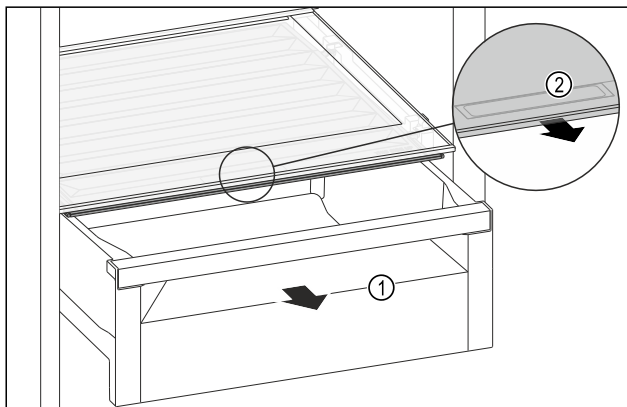

Fig. 106
- Estrarre il cassetto Fig. 106 (1).
- Afferrare la maniglia incassata Fig. 106 (2) sul coperchio dello scomparto e tirare allo stesso tempo in avanti il coperchio dello scomparto.